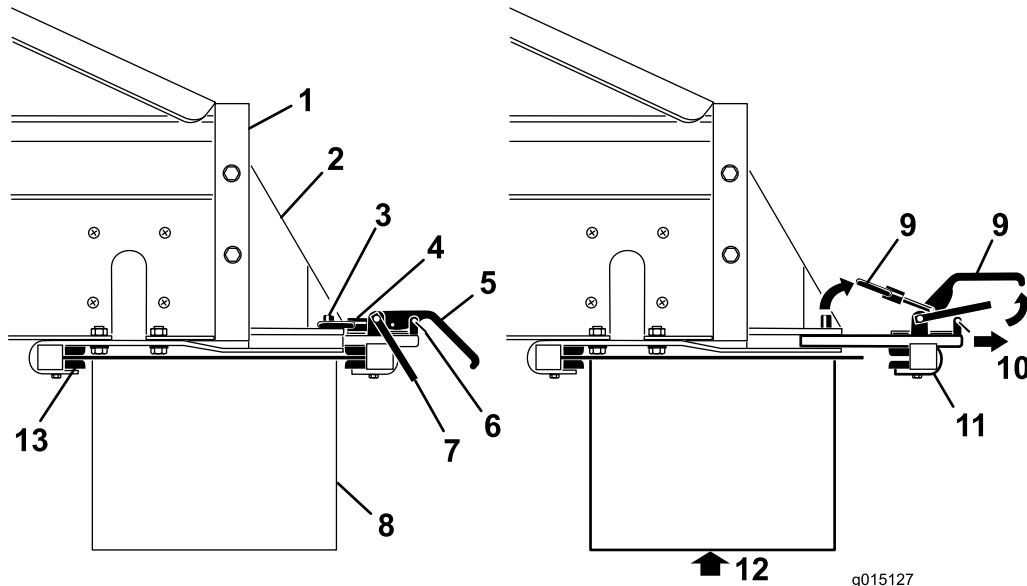

Bild 15
1. Entfernen Sie die Sicherheitsriegelclips von den Klemmgriffen (Bild 15).
und lösen Sie die Arretierungsringe von den Arretierstiften (Bild 15).
3. Schieben Sie die hintere Anbaugerätklemme aus den Schnellbefestigungsschlitzen (Bild 15).
4. Setzen Sie die Vorderkante des optionalen Anbaugeräts mit Hilfe einer anderen Person auf, und unter das Heck der Maschine in die vorderen Klemmen der Halterungen (Bild 15).
Halteklammern und über die hintere Kante (Bild 15).
7. Setzen Sie die Sicherheitsriegelclips wieder auf die Klemmgriffe (Bild 15).